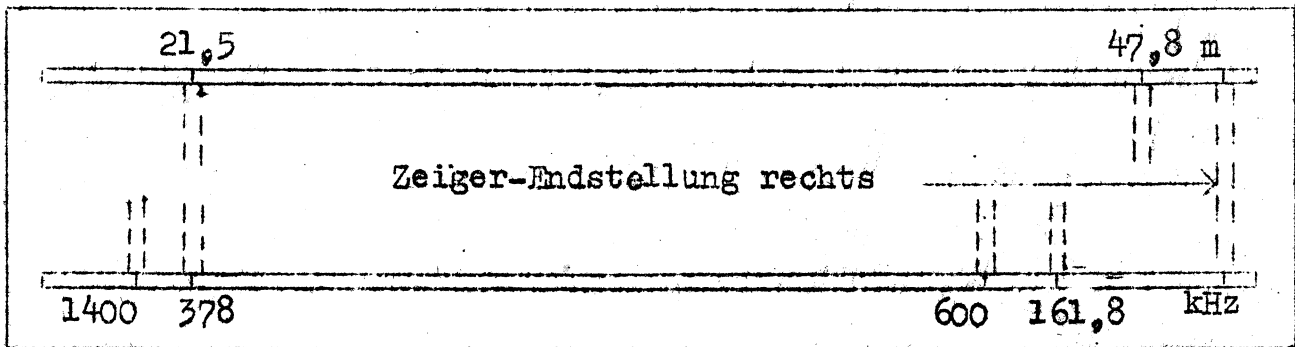

Bild 13 Skala AEG 696 WK
c) Mittelwellenbereich: Hauptschalter auf Mittelbereich belassen, Zeigerendstellung rechts prüfen: Bei rechtem Anschlag muss Rotor mit Stator des Drehkondensators bündig stehen, Skalenzeiger soll in obiger Stellung auf Eichmarke stehen (Bild 13). 20 Kilo-Ohm-Widerstand von Gitter der ACH 1 abnehmen und Vorkreis-Verbindung durch Anlegen der Gitterkappe wiederherstellen. Skalenzeiger genau auf Eichmarke 600 kHz (Bild 13) stellen, Meßsender auf 600 kHz einstellen und an Antennen- und Erdbuchse anschliessen. Dann die L-Korrekturen Pos.45, 16 und 26 (Bild 17) auf maximale Ausgangsspannung einregulieren. Skalenzeiger auf Eichmarke 1400 kHz (Bild 13) und Meßsender auf 1400 kHz stellen. Die C-Quetscheen Pos.49, 20 und 23 (Bild 17) abgleichen. L- und C-Einstellung in der angegebenen Pos. - Reihenfolge solange wiederholen, bis keine Steigerung der Ausgangsspannung mehr möglich ist.
d) Langwellenbereich: Hauptschalter auf Langbereich schalten, Skalenzeiger genau auf Eichmarke 161,8 kHz (Bild 13) und Meßsender auf 161,8 kHz einstellen, dann die L-Korrektur des Oszillators Pos.46 (Bild 17) auf Maximum einregulieren.
- e) Kurzwellenbereich: Hauptschalter auf Kurzwellenbereich schalten, Meßsender auf 47,8 m einstellen, desgl. Skalenzeiger des Gerätes genau auf Eichmarke 47,8 m (Bild 13); jetzt L-Korrekturen Pos.44 und 31 (Bild 16) mit Metallschraubenzieher einregulieren, dann Meßsender auf 21,5 m stellen und Abgleich der C-Quetsche Pos.48 (Bild 17) vornehmen mit Winkelsechskantschlüssel, der leicht nach unseitiger Skizze selbst anzufertigen ist. L- und C-Abgleich solange wiederholen, bis Maximum erreicht ist. Letzte Einstellung C. Rohr ACH 1 muss durchschwingen bis 47,8 m, bei vorzeitigem Abreißen der Schwingungen andere Röhre nehmen. Spiegelwelle des Meßsenders bei Stellung 21,5 m muss bei 23,2 m liegen.